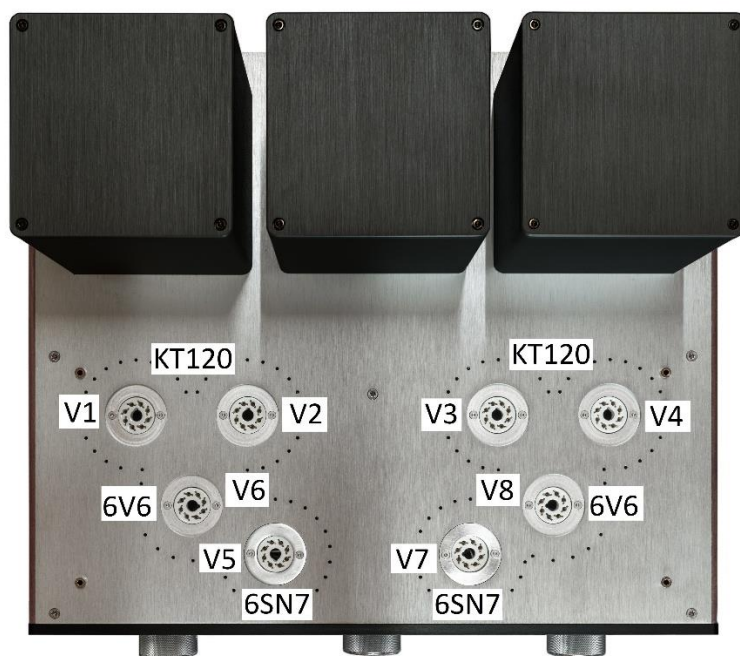

fig. 1
Durante il trasporto è bene che le valvole non siano installate per evitare qualsiasi danno, essendo oggetti molto delicati. Una volta tolto l'amplificatore dall'imballo, è importante che vengano inserite nella corretta posizione, valvola V1 nello zoccolo V1, valvola V2 nello zoccolo V2 ecc.. ecc..**ATTENZIONE:** le valvole vanno inserite nella corretta posizione (Fig.1).
- Inserire le valvole con cura nella corretta posizione come indicato nel posizionamento (Fig.1)
- Collegare le casse acustiche: il cavo positivo (il rosso o con il segno +) con il connettore rosso ed il cavo negativo (nero o con il segno -) con il connettore nero per il diffusore destro (R) e per il diffusore sinistro (L).